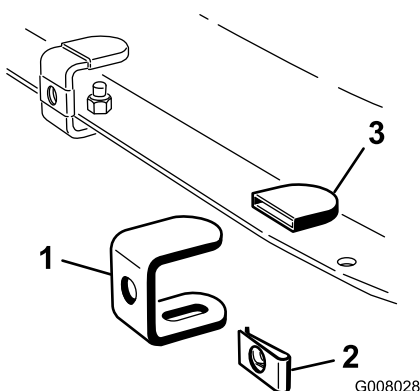

Figura 5
1. Assemblate cinque staffe come illustrato in (Figura 5) mediante cinque set di cappucci di gomma, piastrine per viti autofilettanti e staffe.